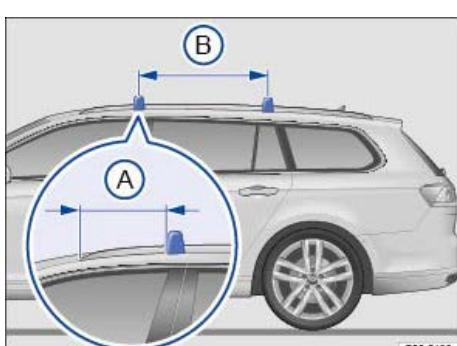

Abb. 152 Dachreling: Befestigung der Tragstäbe.
Die Tragstäbe werden an der Dachreling montiert. Dabei muss der Abstand des vorderen Tragstabs zum vorderen Dachrelingfuß ⇒ Abb. 152\(A\) **39 cm** betragen. Der Abstand der Tragstäbe zueinander ⇒ Abb. 152\(B\) sollte etwa **75,5 cm** betragen.
- Die Tragstäbe immer ordnungsgemäß montieren. Dabei die in der Abbildung gezeigten Abstände einhalten ⇒ Abb. 152.